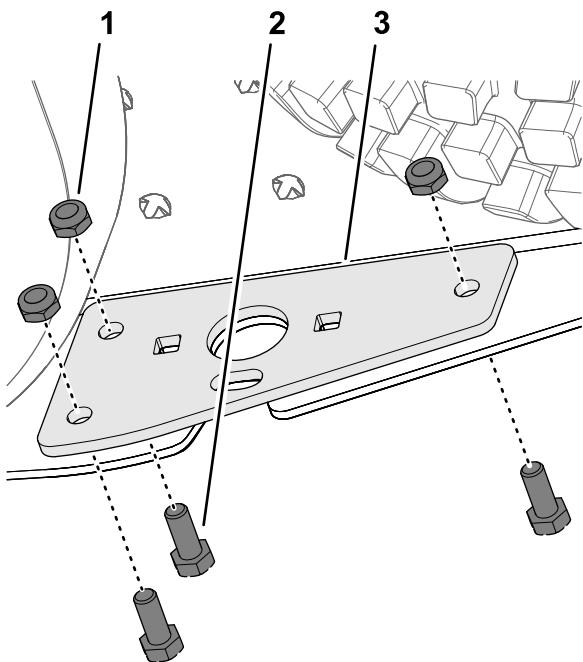

Figure 9
- Fixez le support de pivot au repose-pied (Figure 9) à l'aide de 3 boulons à tête hexagonale (5/16" x 3/4") et 3 contre-écrous (5/16").